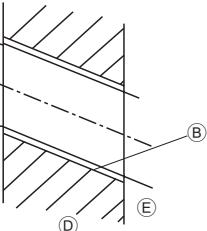

Рис. 3-3
- (B) Внутренний блок
- (C) Отверстие нижней левой задней трубы (ø65)
- (D) Отверстие нижней правой задней трубы (ø65)
- (E) Отверстие заглушки для левого заднего отверстия (70 × 310)
- (F) Отверстие для болта (отверстие 4-ø9)
- (G) Центральное измерительное отверстие (отверстие ø2,5)
- (H) Отверстие для болта-самореза (отверстие 77-ø5,1)
- (I) Центр отверстия
- (J) Совместить линейку с линией.
- (K) Вставить линейку.
3.2.2. Сверление отверстия для труб (Рис. 3-3)
- (A) Рукав
- (B) Отверстие
- (C) (Внутри)
- (D) Стена
- (E) (Снаружи)